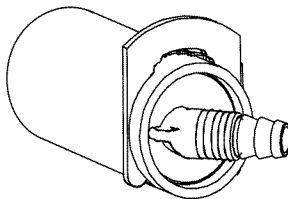

Figura 13
4. Asegure el codo de drenaje a la válvula usando el sujetador en "U" (también en la bolsa de piezas), deslizando el mismo en las ranuras del puerto de drenaje y en los surcos del codo de drenaje (vea la figura 13).